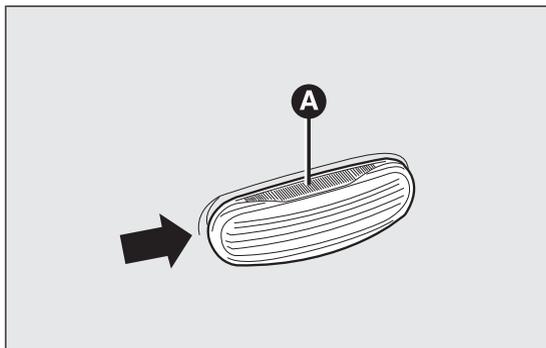
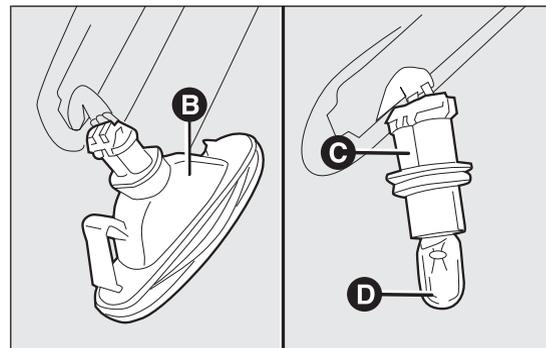

fig. 145
fig. 146
- agire sul trasparente A fig. 145 in modo da comprimere la molletta interna B fig. 146, quindi sfilare il gruppo verso l'esterno;